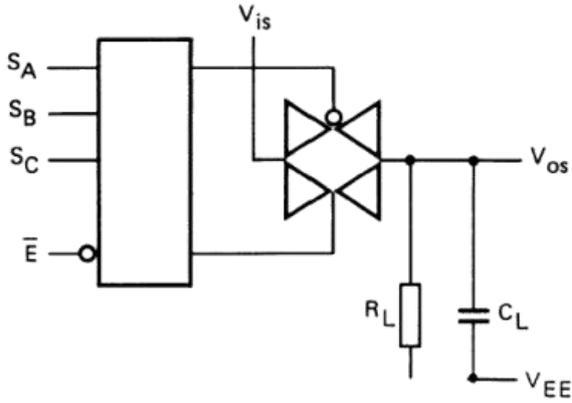

图 3
1. R_L=10KΩ到 V_{EE}; C_L=50pF 到 V_{EE}; E⁻=V_{SS}; Vis=V_{DD}(方波); 如图 3 所示
2. R_L=10KΩ; C_L=50pF 到 V_{EE}; E⁻=V_{SS}; Sn=V_{DD}(方波); Vis=V_{DD} 和 R_L 到 V_{EE} 用来测量 t_{PLH}; Vis=V_{EE} 和 R_L 到 V_{DD} 用来测量 t_{PHL}; 如图 3 所示
3. R_L=10KΩ; C_L=50pF 到 V_{EE}; E⁻=V_{DD}(方波); Vis=V_{DD} 和 R_L 到 V_{EE} 用来测量 t_{PHZ} 和 t_{PZH}; Vis=V_{EE} 和 R_L 到 V_{DD} 用来测量 t_{PLZ} 和 t_{PZL}; 如图 3 所示
6. R_L=10KΩ到 V_{EE}; C_L=15pF 到 V_{EE}; E⁻ 或 Sn=V_{DD}(方波); 干扰是|Vos|(峰值); 如图 3 所示